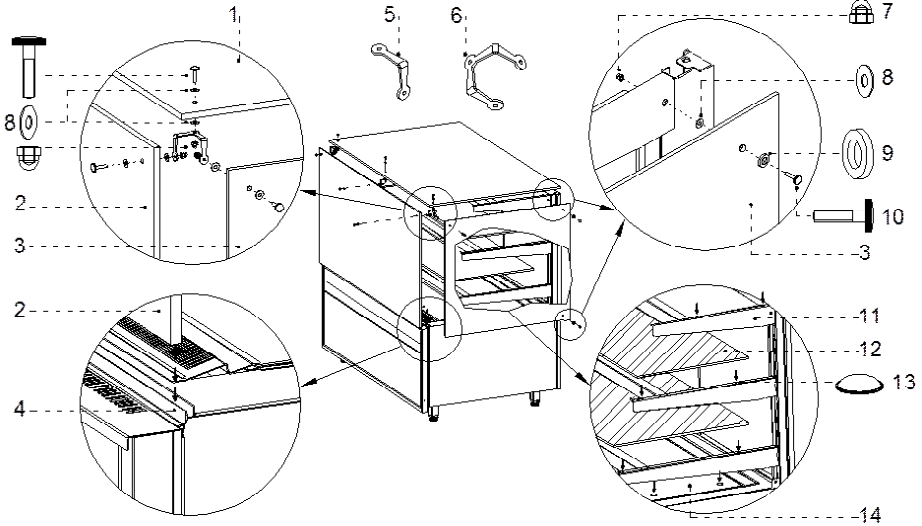

Abb. 5 Befestigung von Glaselementen
- 3 - die Glaselemente Abb. 5 (S. 26) in der empfohlenen Reihenfolge montieren:
- Die Glaseitenteile am Gestell montieren Abb. 5/3 (S.26)
- Die Frontscheibe in Glashalterung setzen Abb. 5/4 (S. 26) und an den Glaseitenteilen mithilfe eines T-Winkels befestigen Abb.5/6 (S. 26)
- Die obere Glasablage montieren Abb. 5/1 (S.26)
- Die Glasablagen auf der Innenplatte und am Gestell montieren Abb.5/12 (S.26). Die Ablagen an Silikonerelementen (Bumpsons) Abb.5/13 (S. 26) montieren. Bumpsons schützen Glaselemente vor Verschieben.
-  Bei Reinigung und Wartung des Innenraumes des Gerätes die Silikonelmente (Bumpons) nicht beschädigen und nicht entfernen Abb.5/13 (S. 26). Bumpons schützen die Glaselemente vor Verschieben und sorgen für bessere Haftung.